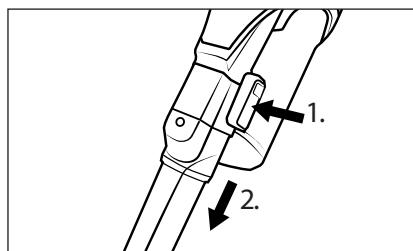

Fig. 15
- ◆ Para desmontar el accesorio, mantenga pulsado el botón de desencastre del accesorio y tire de este para extraerlo del tubo de aspiración ⑬ o del orificio de aspiración del aparato (consulte la fig. 15).